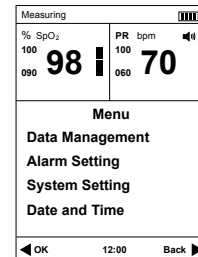

Рис.4-2
1) Нажмите и удерживайте выключатель электропитания в течение 3 секунд, чтобы включить пульсоксиметр, затем нажмите на кнопку «Меню», чтобы войти в главное меню, как показано на Рис. 4-2.